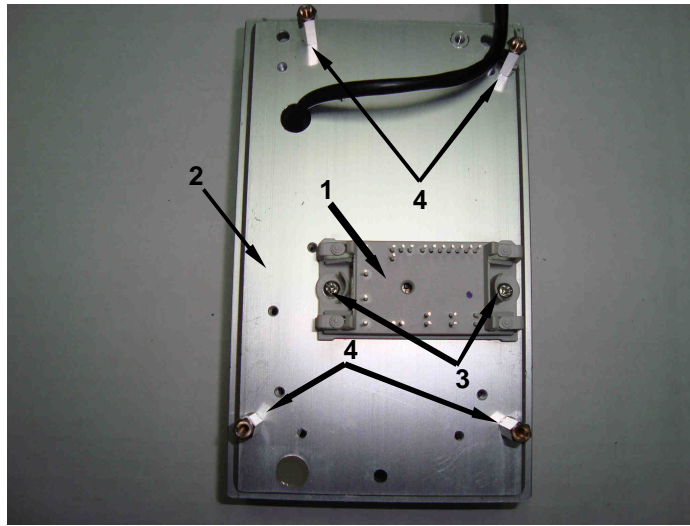
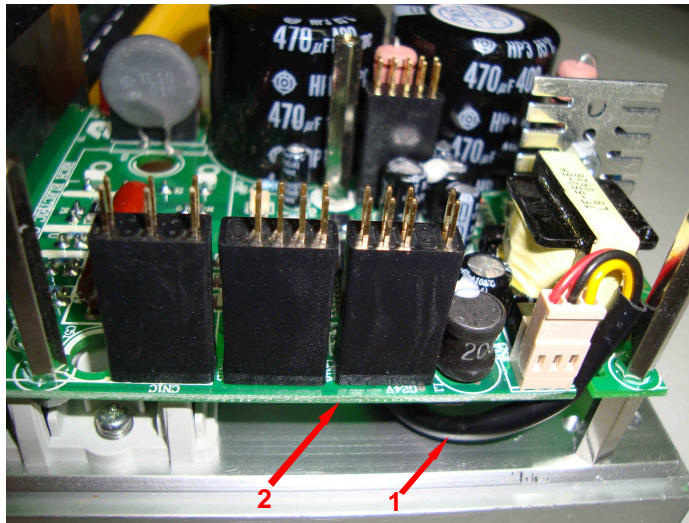

Рис. 7.2
Рис. 7.9
7.1.3. Установить матрицу 1 над отверстиями радиатора 2 (рис. 7.2) и слегка притереть.
7.1.4. Вкрутить два винта 3 (рис. 7.2) для предварительного крепления матрицы.
7.2.1. Установить плату модуля IGBT, совместив отверстия платы с резьбовыми отверстиями стоек 4 (рис. 7.2) и вьводами матрицы.
7.6.1. Продеть кабель 1 питания вентилятора в отверстие радиатора (рис. 7.2), проложить кабель 1 под платой модуля IGBT и соединить его разъем с ответной частью на плате (рис. 7.9) .